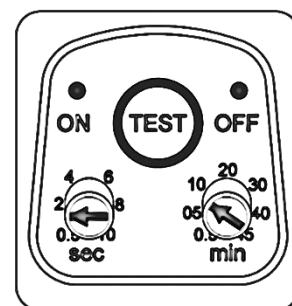

Рисунок 5
**ПРЕДУПРЕЖДЕНИЕ: ПЕРЕД ПЕРВЫМ ПУСКОМ КОМПРЕССОРА НЕОБХОДИМО УБЕДИТЬСЯ В ПРАВИЛЬНОСТИ НАСТРОЙКИ ТАЙМЕРА АВТОМАТИЧЕСКОГО КОНДЕНСАТООТВОДЧИКА 22 (РИСУНОК 5). НОМИНАЛЬНЫЕ ЗАВОДСКИЕ НАСТРОЙКИ ТАЙМЕРА:**
При каждой транспортировке компрессора, а также периодически, не реже одного раза в месяц, производите разгрузку ресивера и слив конденсата при помощи крана **11** (рисунок 5):